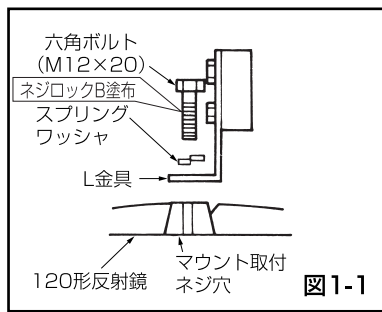

図1-1
- ⑤ 付属の4本の六角ボルト、(M12×20) とスプリングワッシャ (12mm) を反射鏡取付金具のL金具の穴を通して、反射鏡のマウント取付ネジ穴へ入れ、仮止めしてください。(図1-1)
- ⑥ 仮止めした順序に、10か所を強固に締め付け、そのときボルト・ナットは付属のネジロックB (1305) を塗布してください。(4ページの<ネジの締付トルクの基準>を参照)